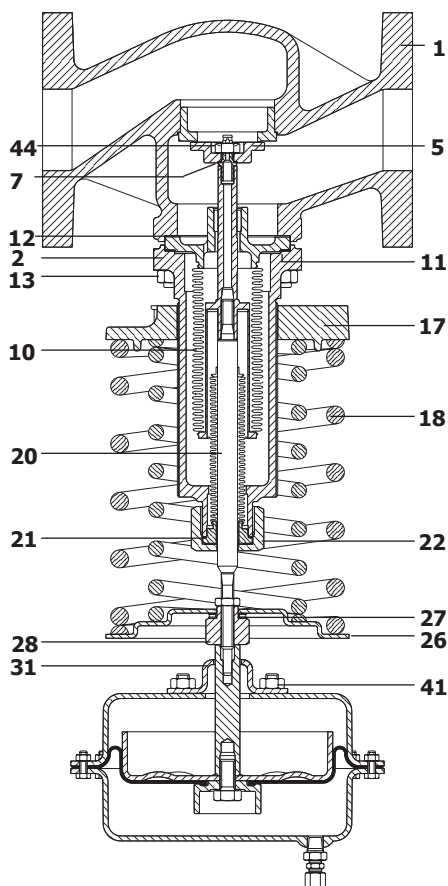

Рис. 16 Показан клапан DN65 - DN100
4.4.4 Установка уравнивающего сильфона (Рис. 16)